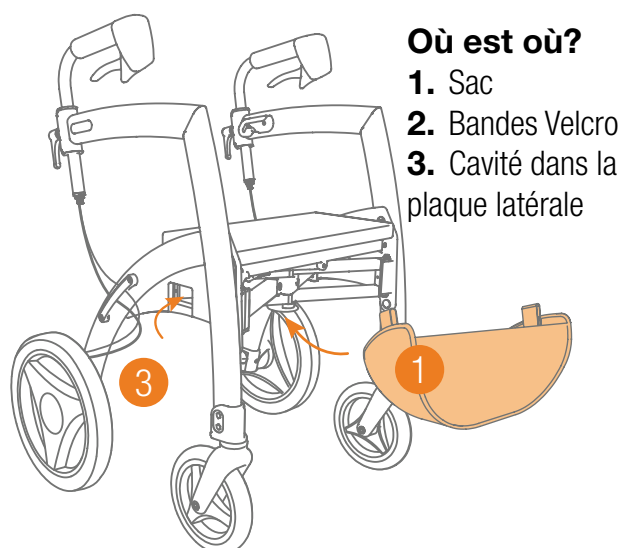

Figure 3 : Fixation du sac.
- c. Le sac n'est pas symétrique, les côtés suivent la forme du cadre. Déterminez ce qu'est l'avant et placez correctement le sac sous le siège (**Figure 3**).